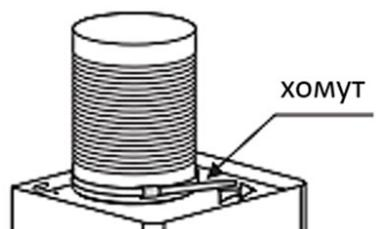

Рис. 6
- Плотно закрепляйте воздуховод на выходе мотора хомутом (рис. 6).